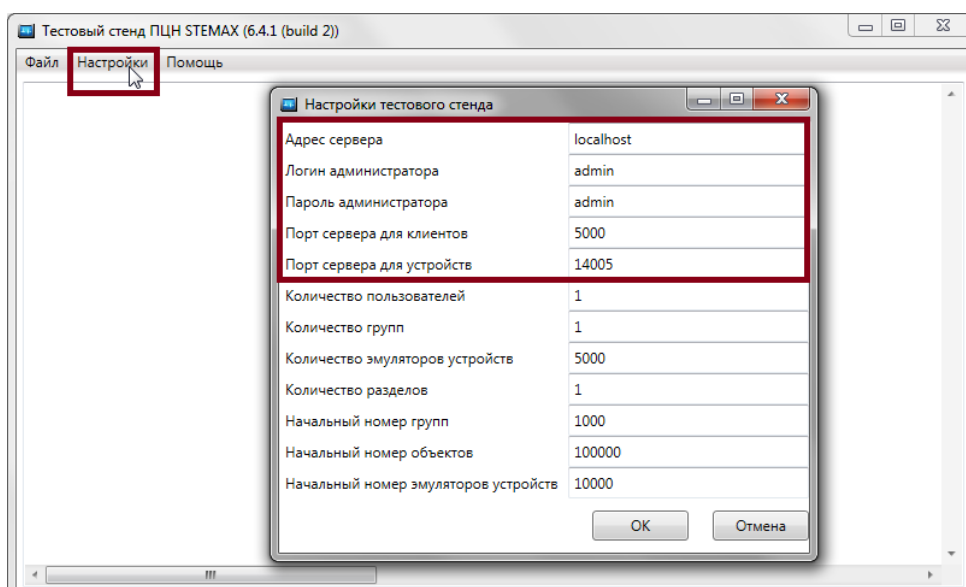

Рисунок 2 — Настройки MS_Bench
2. В окне настроек (см. рисунок 2) введите данные в соответствии с таблицей 2.